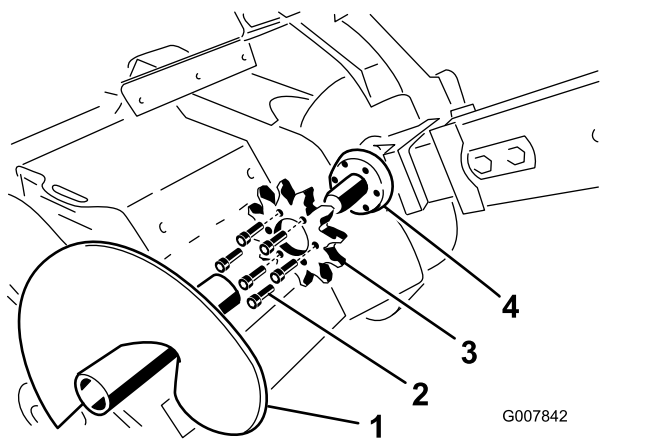

Figure 65
4. Enlevez la tarière de déblayage (Figure 65).
9. Enlevez les 6 boulons de fixation du pignon d'entraînement (Figure 65).
10. Déposez le pignon d'entraînement et mettez-le au rebut (Figure 65).
11. Nettoyez la surface de montage du pignon sur la trancheuse (Figure 65).
12. Glissez le nouveau pignon d'entraînement sur l'arbre (Figure 65).
13. Vissez les 6 boulons de fixation dans le pignon d'entraînement à la main (Figure 65).